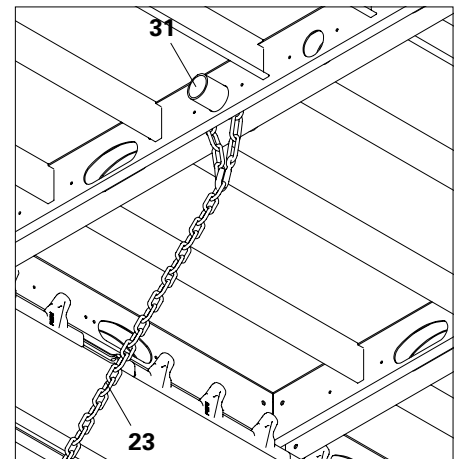

Fig. A7.03a
- Dans le sens latéral, connecter l'élément au tube acier (31). Enrouler la chaîne (23) autour du tube. (Fig. A7.03a)